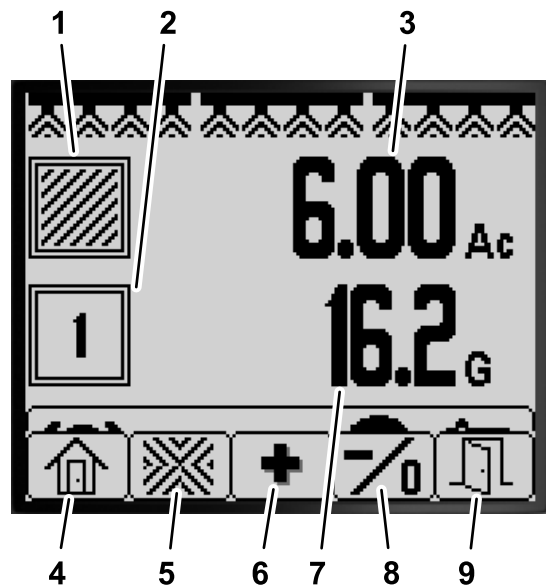

Figura 77
- Nella schermata Home tenete premuto il pulsante 5 per aprire la barra del menu e premete il pulsante 2 per selezionare la schermata Sotto-area (Figura 77).
- Nella schermata Superficie totale tenete premuto il pulsante 5 per aprire la barra del menu e premete il pulsante 3 per selezionare la schermata Sottoarea (Figura 77).
2. Usate i pulsanti dell'InfoCenter (Figura 77) per eseguire le azioni seguenti: